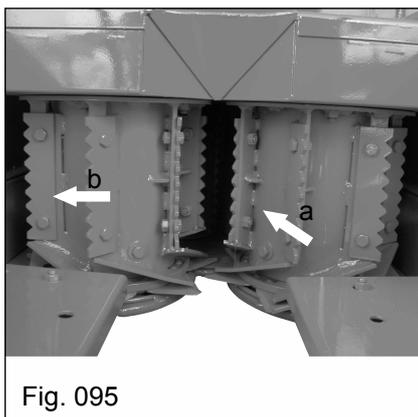

Fig. 095
a) Solte os parafusos ("a" Fig. 095) que prendem as aletas no cilindro ceifador;
b) Fixe as aletas ("b" Fig. 095), uma a uma, conforme for rodando os cilindros ceifadores;